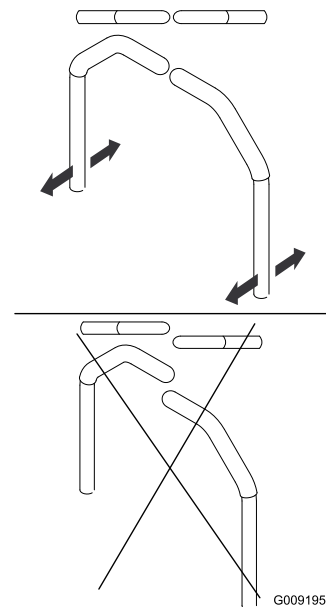

Figura 58
4. Allineate le leve latitudinalmente portandole assieme in posizione FOLLE, fatele scorrere finché non sono allineate e serrate i bulloni (Figura 58).